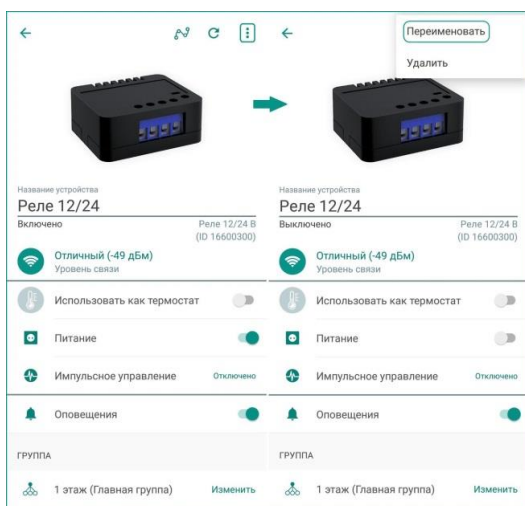

Рисунок 13.3 – Вызов меню на экране настройки реле
- 3) В меню выберите пункт *Переименовать* (см. рисунок 13.3).